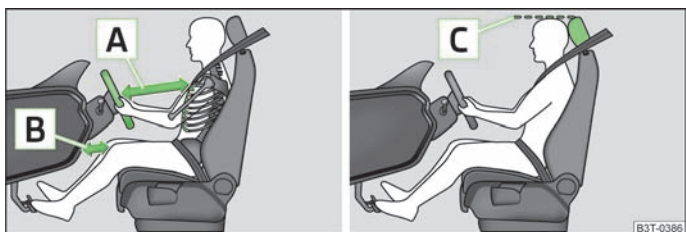

Fig. 135 Distance correcte entre le conducteur et le volant et le tableau de bord/réglage correct de l'appuie-tête
- Régler le volant de façon à ce que la distance entre le volant et le buste soit de 25 cm minimum [» fig. 135 \[A\]](#) et la distance entre les jambes et le tableau de bord à hauteur de l'airbag de protection des genoux de 10 cm minimum [» fig. 135 \[B\]](#).
- Réglez l'appuie-tête de façon à ce que le bord supérieur de l'appuie-tête se trouve au moins à la hauteur de la partie supérieure de votre tête [» fig. 135 \[C\]](#).
- Réglez l'appuie-tête de façon à ce que le bord supérieur de l'appuie-tête se trouve au moins à la hauteur de la partie supérieure de la tête [» fig. 135 \[C\]](#).